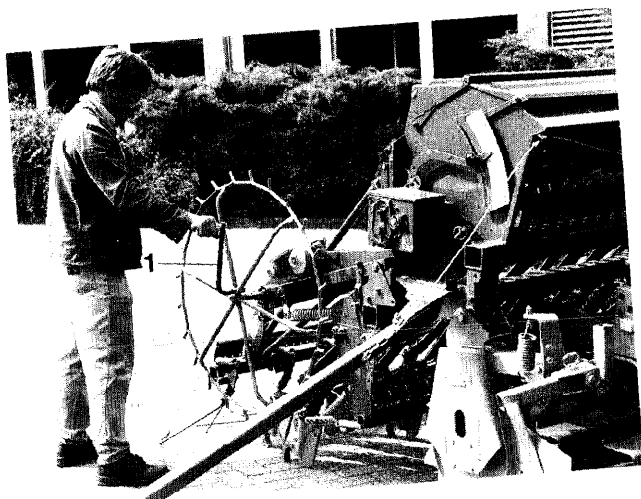
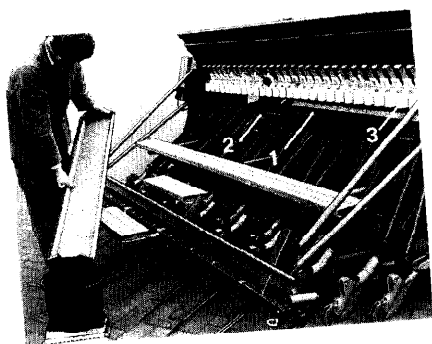

Fig. 38
Fig.39
- Afdraaigoot (fig.39/1) op de trechtergeleiders (fig.39/2) plaatsen.
- De afdraaislinger (fig.38/1) in het betreffende gat van het loopwiel steken en rechtsom draaien, totdat er zaad uit alle zaaihuisjes (fig.39/3) in de afdraaigoot valt.
- De zaaihoeveelheid wegen (fig.39), die gedurende de afdraaiproef door de afdraaigoot wordt opgevangen.